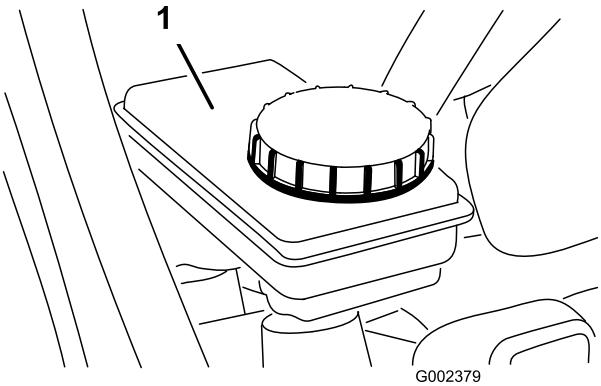

Bild 25
2. Der Flüssigkeitsstand sollte die Volllinie am Behälter erreichen (Bild 25).